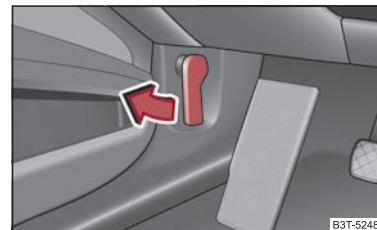

Abb. 12 Entriegelungshebel für Motorraumklappe
- Ziehen Sie am Entriegelungshebel unterhalb der Schalttafel auf der Fahrerseite ⇒ Abb. 12.